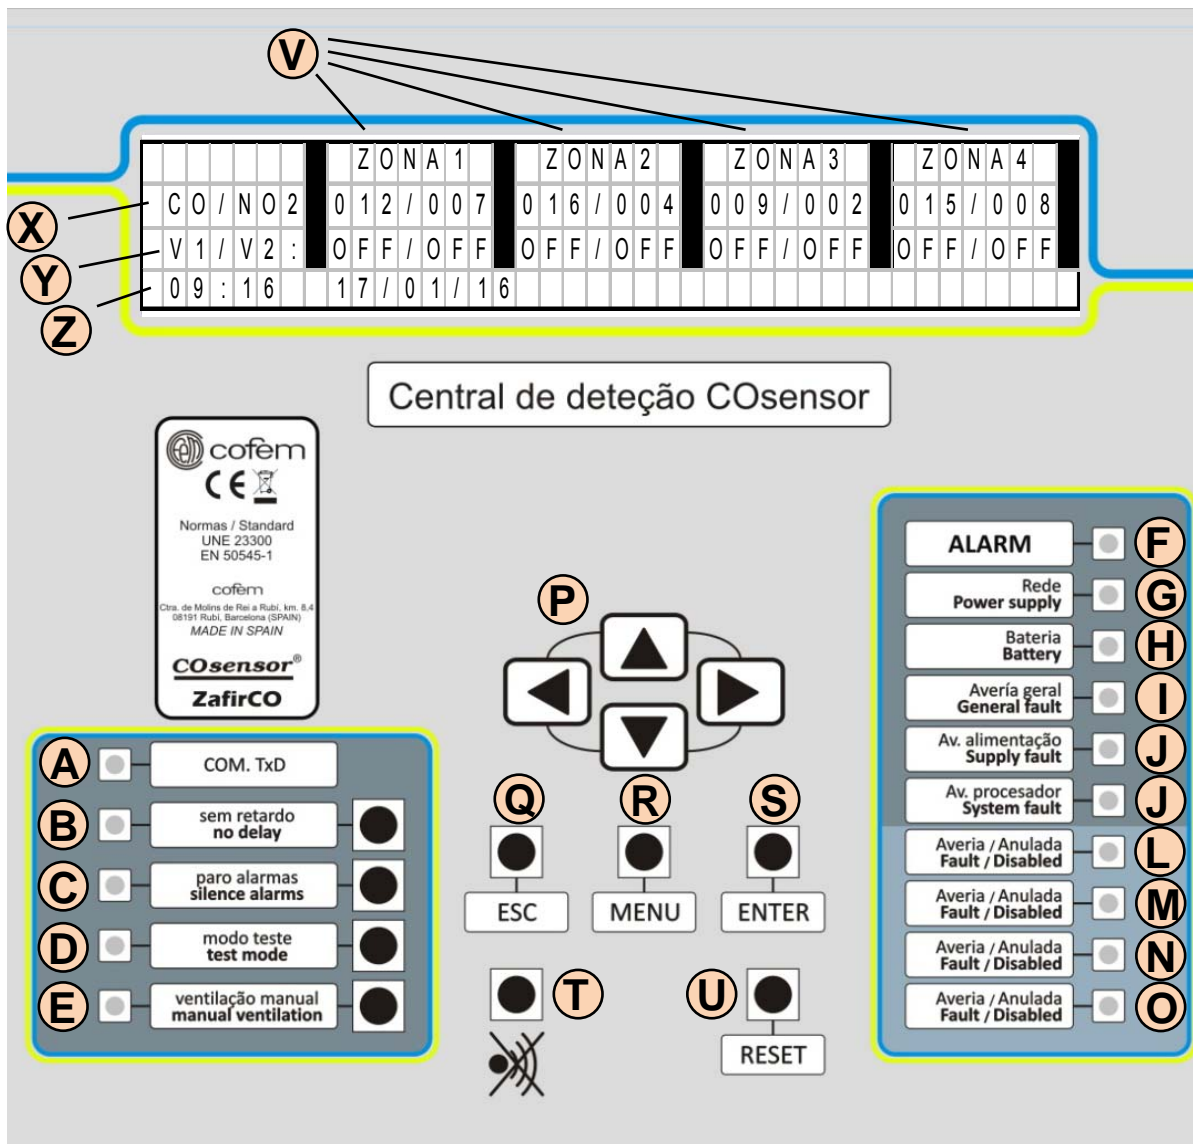

Figura 10: Painel de controle da central
9. A central deve quedar em estado de trabalho com o led de rede ligado (letra G na figura 10).
Se há uma alarme, a central vai ativar o led vermelho de ALARME (F na figura 10) e o binoar vai soar.
No caso das avarias de alimentação, o led âmbar de AVARIA GERAL e AVARIA ALIMENTAÇÃO vai ser ligado (I e J na figura 10), o besouro vai soar e a seguinte mensagem vai ser mostrada.